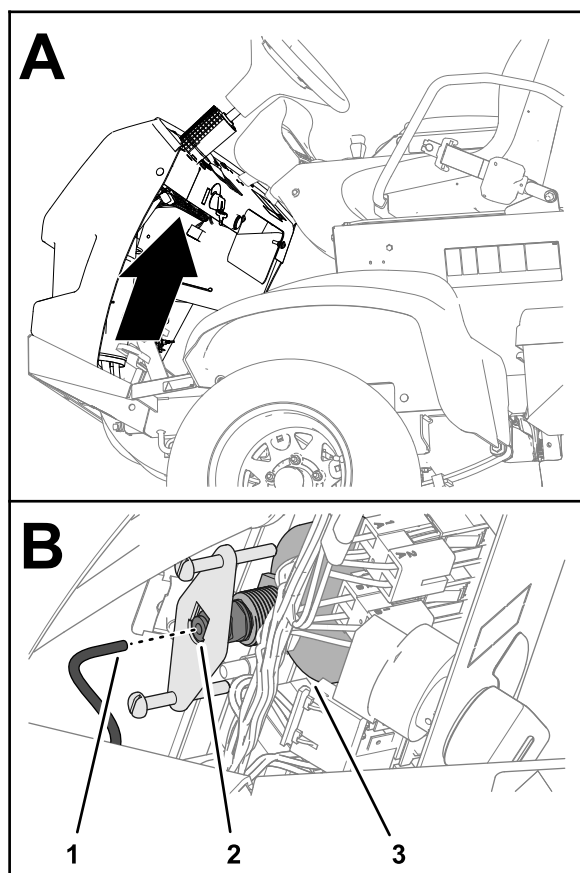

図 132
5. 水圧計の後ろについているチューブを外して、チューブの端を容器に入れる 図 132。